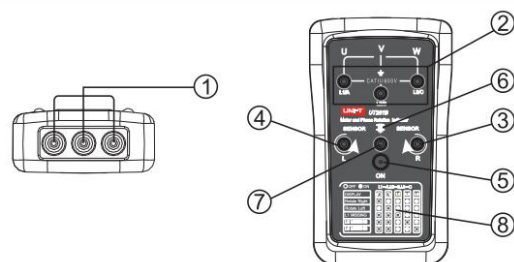

Figura 1
Vedeți indicatorul instrumentului, butonul și mufa așa cum se arată în Figura 1:
b. Plasați UT261B spre motor, în paralel cu arborele motorului. Partea inferioară a instrumentului trebuie să fie orientată spre arbore (și anume, UT261B este amplasat într-o direcție opusă celei a motorului). Consultați Figura 1 pentru indicatorul de poziționare a motorului.